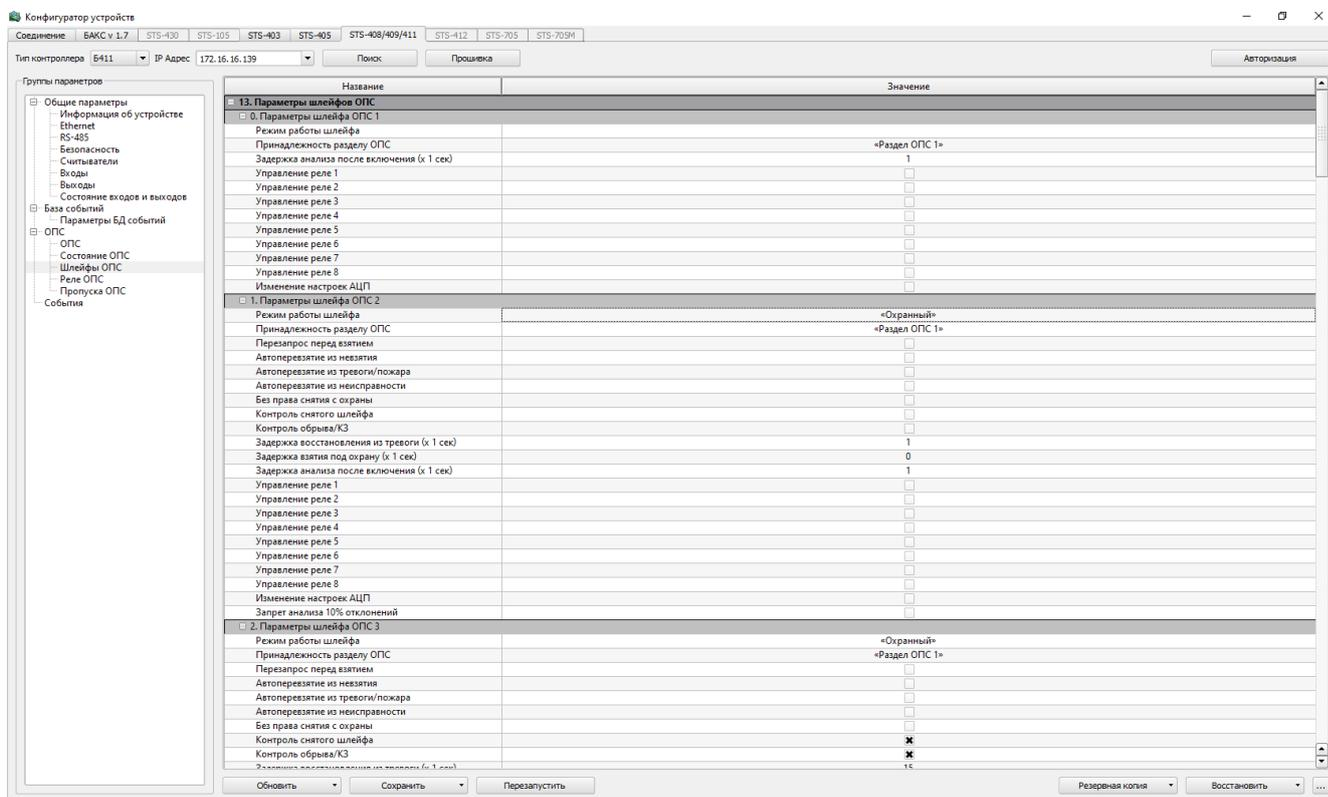

Рисунок 36 – Шлейфы ОПС
- в группе «Параметры шлейфов ОПС» (рисунок 36) установить флажок «Управление реле N» (где N – выбранное реле) в настройках контролируемого шлейфа.